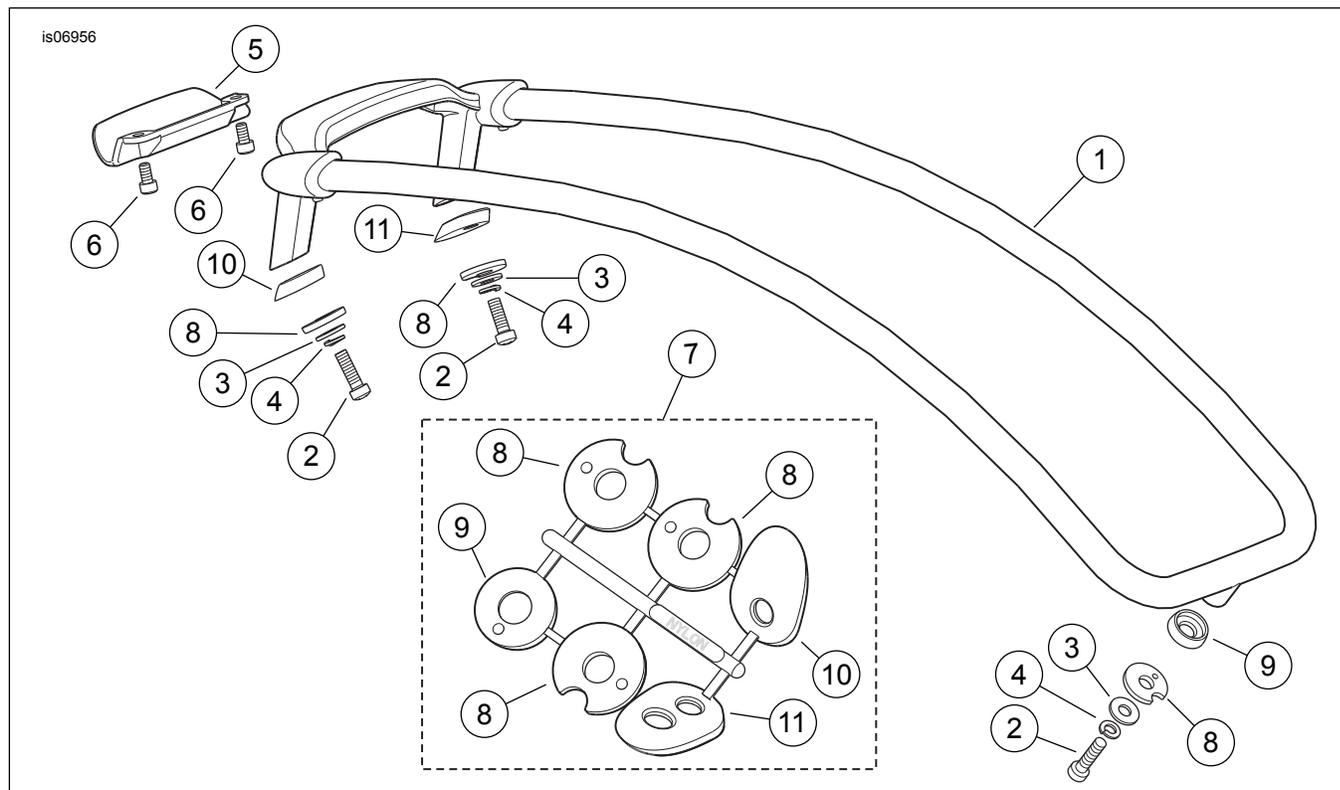

Figura 1. Peças de reposição, trilhos do bagageiro do pára-lama para motocicletas Air Wing
Veja Figura 1 e Tabela 1.
2. Veja Figura 1. Utilizando uma tesoura ou faca de cozinha, corte as três arruelas de plástico (8) e os coxins de montagem (9, 10, 11) da base de um conjunto. Instale o coxim de montagem correto sobre cada um dos três parafusos em um trilho de acabamento (1).
12. Pegue um dos trilhos de acabamento. **Se um kit de trilho de bagageiro Air Wing (peça No 68286-10 ou 68388-10) NÃO estiver sendo instalado:** Fixe a placa de preenchimento (5) no lado de baixo da parte transversal traseira do trilho de acabamento com dois parafusos N.º 8-32 (6) contidos no kit. Aperte com torque de 3,1–3,5 N·m (27–31 in-lbs).